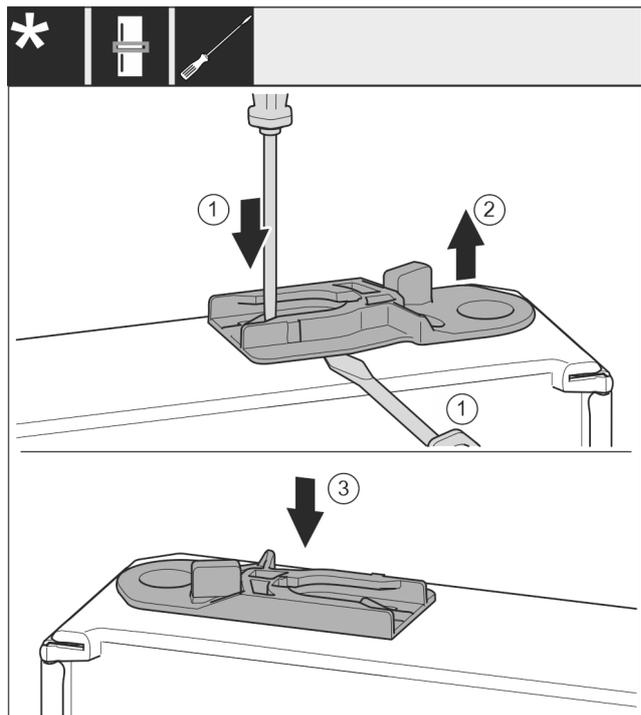

Fig. 38
- ▶ Führungsbuchse herausziehen: Lasche mit Schlitzschraubendreher drücken und gleichzeitig mit Schlitzschraubendreher unter Führungsbuchse fahren. *Fig. 38 (1, 2)*
- ▶ Im Lieferumfang beiliegende Führungsbuchse auf anderer Gehäuseseite einschieben. *Fig. 38 (3)*